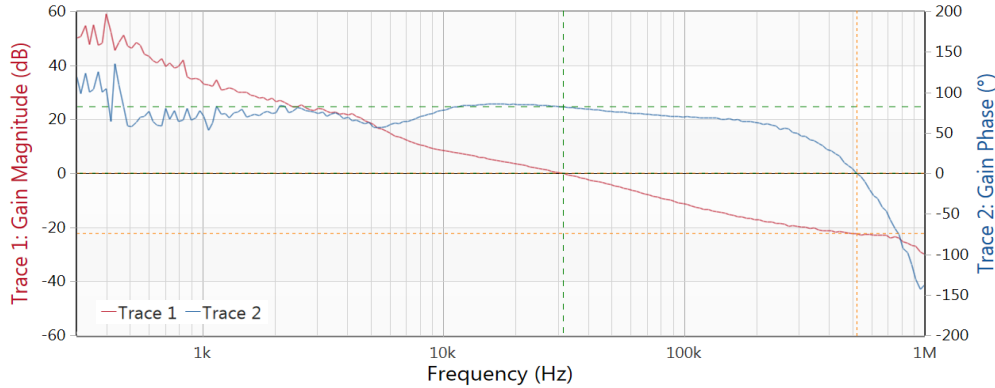

Figure 10. Frequency Response at 6.0 A Load
12.0 Vの入力電圧と6.0 Aの負荷での周波数応答をFigure 10に示します。